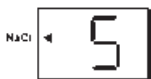

fig. 16
- Appuyez sur **■** jusqu'à ce que une lettre apparait sur l'écran (fig. 16).